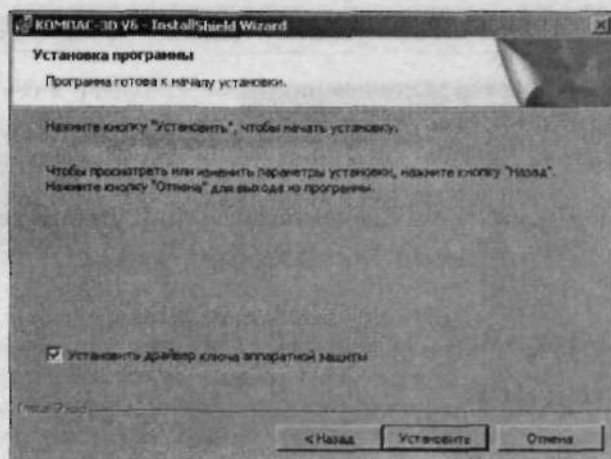

Рис. 1.2. Чтобы приступить к копированию файлов, щелкните по кнопке *Установить*
4. На завершающем этапе настройки параметров установки появиться диалоговое окно, изображенное на рис. 1.2.